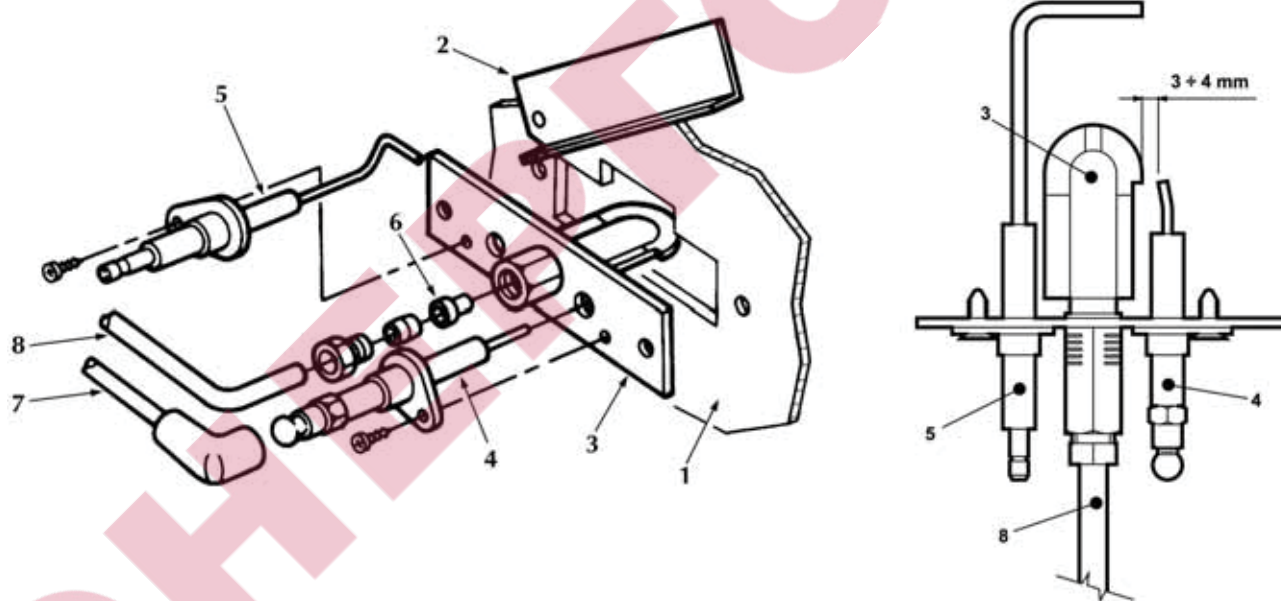

рис. 23 - Пилотная горелка
- Электроды не должны иметь накали и быть правильно установленными (см. рис. 23).